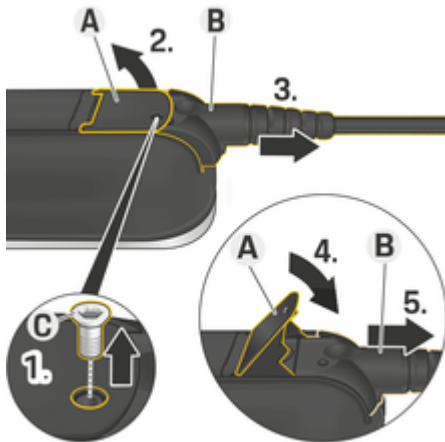

图 279 断开电缆
- 1. 使用合适的工具拆下螺钉 C（图 279）。
- 2. 提升杆 A（图 279）。
- 3. 将插头 B（图 279）往外拔，直至感觉到阻力。
- 4. 合上杆 A（图 279）。
- 5. 完全拔出插头 B（图 279）。